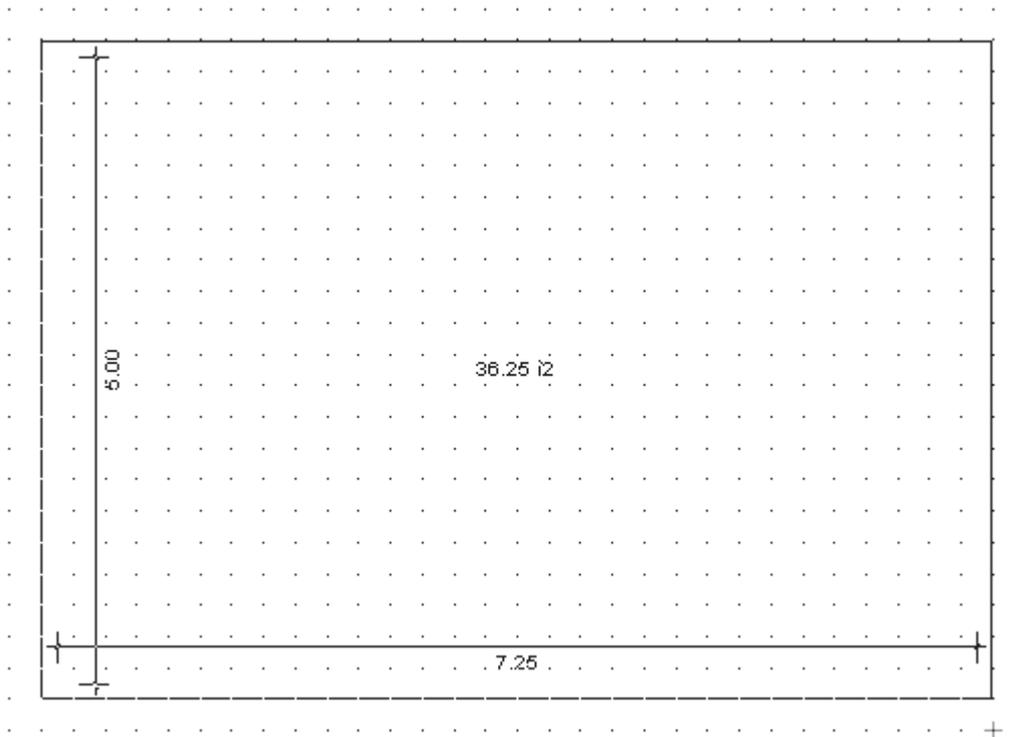

Рис. 3.78. Задание ширины прямоугольного здания
5. После первого щелчка кнопкой мыши система перейдет в режим указания первого определяющего размера: для данной схемы помещения это будет ширина (рис. 3.78). Отведите указатель мыши немного влево, при этом вы увидите, что здание «растягивается» за указателем относительно зафиксированного левого нижнего угла. Для фиксации ширины при достижении необходимого ее значения щелкните кнопкой мыши.